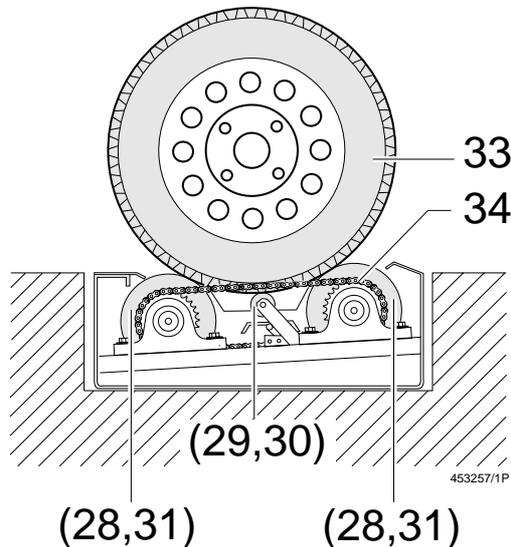

Bild 6:
Dazu muß das Fahrzeug mit den Rädern der zu prüfenden Achse (32) in die Rollensätze (18), (19) gefahren werden. Bild 6 zeigt den linken Rollensatz als Schnittdarstellung. Unter den Tastrollen befindet sich eine Trittsicherung. Sie verhindert ein Hineinrutschen des Fußes und bietet ihm Halt.